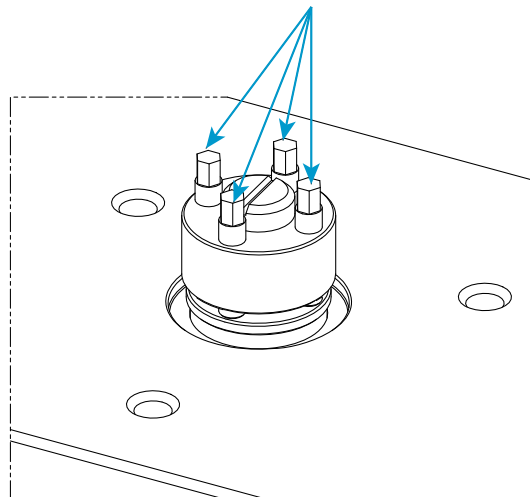

Figura 24. Conjunto de tensor mecánico
11. Utilice la llave dinamométrica (80-9-11) con la llave de vaso hexagonal correspondiente de 5 mm (67-4-29) suministrada en el kit del tensor mecánico para apretar los cuatro tornillos de ajuste (que se muestran en Figura 24) en el tensor mecánico con un par de 14 N-m (10,3 pies-lb) de acuerdo con el siguiente procedimiento: